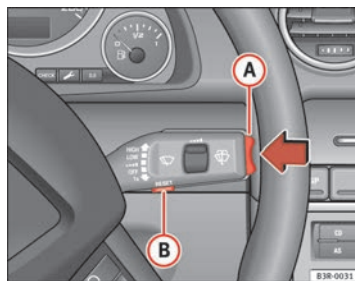

Abb. 60 Scheibenwischerhebel: Bedienelemente des Bordcomputers
Durch Drücken der Reset-Taste **B** ⇒ Seite 90, Abb. 60 kann zwischen den Funktionen 1 und 2 des Bordcomputers umgeschaltet werden.
Durch kurzes Drücken des Funktionswahlschalters oder der **Reset**-Taste ⇒ **Abb. 60** können Sie den Fahrzeitalarm abstellen.
- Drücken Sie oben oder unten auf den Funktionswahlschalter **A** ⇒ **Abb. 60**. Dadurch werden die Funktionen des Bordcomputers in den jeweiligen Speicherebenen nacheinander angezeigt.